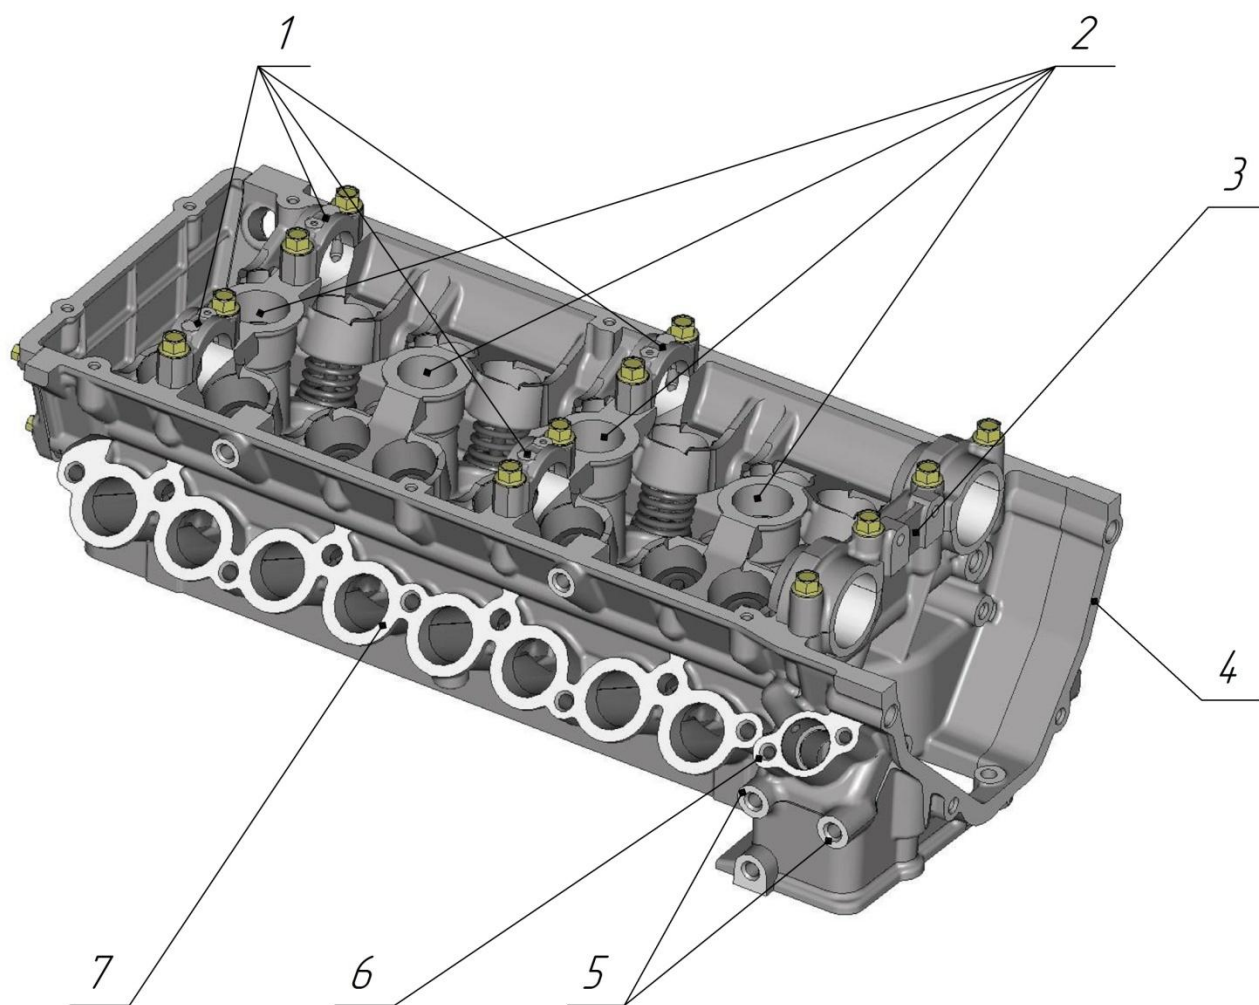

Рис.18. Головка цилиндров. Вид на фланец впускной трубы, на верхнюю плоскость и на фланец передней крышки:
**Головка цилиндров** (рис.18,19). Головка цилиндров отлита из алюминиевого сплава, имеет два впускных и два выпускных клапана на каждый цилиндр. В верхней части головки цилиндров размещены два распределительных вала. Крышки опор распределительных валов 1 (рис.18) обрабатываются в сборе с головкой цилиндров и поэтому они не взаимозаменяемы. Крышки опор валов должны устанавливаться в соответствии с выбитыми на них порядковыми номерами, при этом ориентируясь определенным образом.